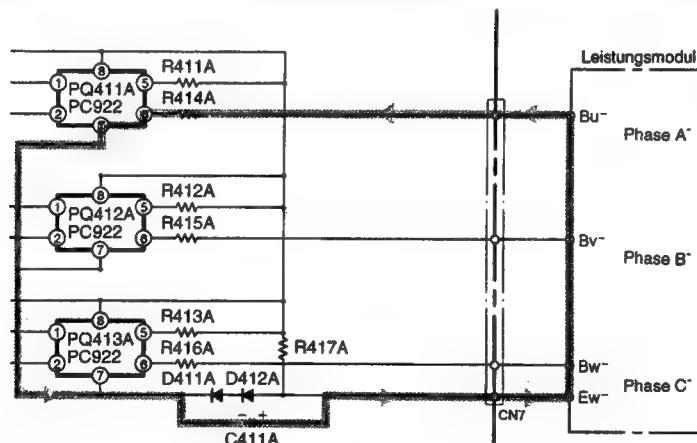
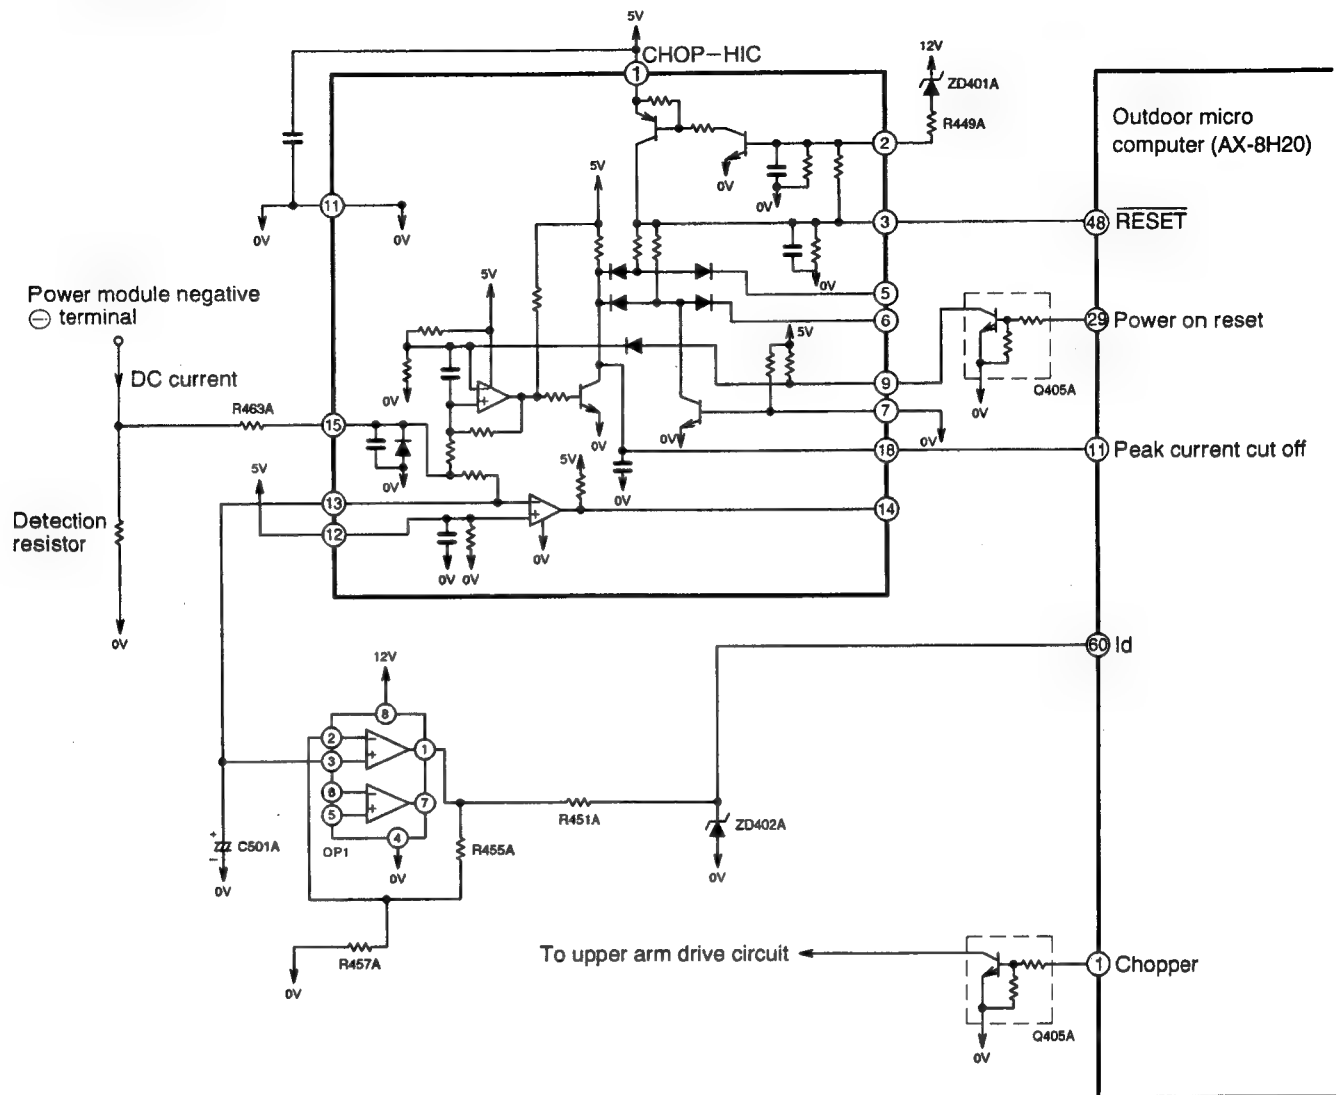

Abb. 8-2
Fig. 9-1 Micro computer (AX-8H20) and Peripheral Circuits
- Wenn Stift ②⑥ des Mikrocomputers von "Lo" auf "Hi" wechselt, schaltet ein Fotokoppler zwischen den Stiften ① und ② des PQ411A aus, so daß ein Basissperrstrom in Richtung C411A → Klemmen Ew⁻ des Leistungsmoduls → Klemmen Bu⁻ → R414A → PQ411A fließt, um die Transistoren des unteren Arms auszuschalten (Abb. 8-2).
- Wenn die Spitzenstrom-Abschaltfunktion arbeitet, nehmen die CHOP-HIC Stifte ⑤ und ⑥ einen Pegel von 0 V an, PQ401A - PQ403A und PQ411A - PQ413A schalten aus und die Antriebsschaltkreise des oberen/unteren Arms stoppen.
- Wenn ein Rückstellsignal angelegt wird, nehmen die CHOP-HIC Stifte ⑤ und ⑥ einen Pegel von 0 V an, PQ401A - PQ403A und PQ411A - PQ413A schalten aus und die Antriebsschaltkreise des oberen/unteren Arms stoppen.
- Fig. 9-1 shows the micro computer and its peripheral circuits, Table 9-1, the basic operations of each circuit block, and Fig. 9-2, the system configuration.
- **Abb.9-1 zeigt den Mikrocomputer und seine Peripherie-Schaltkreise, Tabelle 9-1 zeigt die grundlegenden Operationen jedes Schaltkreisblocks und Abb.9-2 zeigt die Systemkonfiguration.**